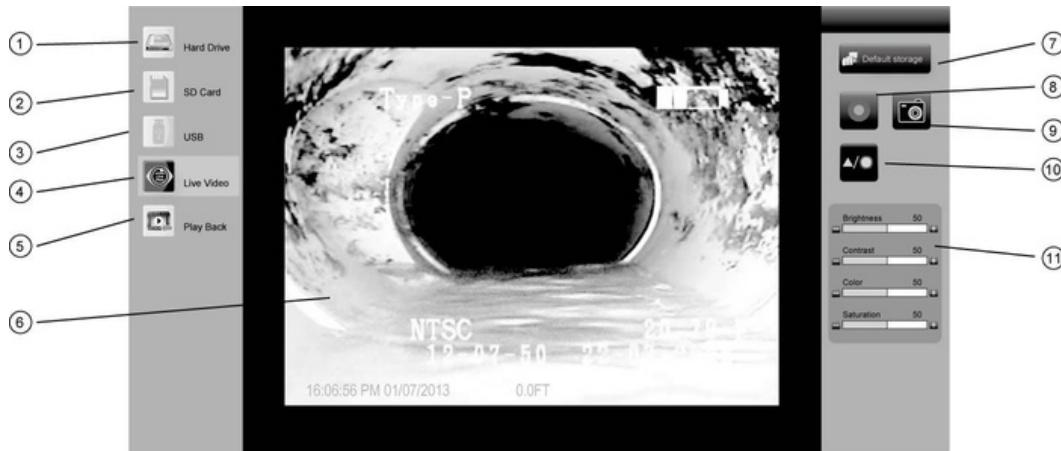

Fig. 1.0
Vision vidéo live	Pour voir une vidéo en live clic sur l'icône "live vidéo" (4) dans interface. Si connecté par câble Ethernet ou Wifi la vidéo apparait. (fig. 1.0)
Vision vidéos	Pour voir une vidéo clic droit sur l'icône vidéo et sélectionner "play" . (fig 1.0 et 1.2)
Enregistrement et prise de photos	Pendant l'enregistrement ou la vision d'une vidéo presser l'icône rouge d'enregistrement pour commencer la vidéo, sur le disque par défaut .Presser l'icône rouge une nouvelle fois pour mettre fin à l'enregistrement et le sauvegarder. (icône 8 fig. 1.0) Pour capturer une image sur une vidéo en live ou playback presser l'icône camera .(icône 9 dans fig. 1.0)
Ajustement des couleurs d'écran	Pour ajuster les couleurs de l'écran presser l'icône "LCD settings" (icône 10 dans fig. 1.0) et une boîte de dialogue apparaît (icône 11 dans fig. 1.0). Utiliser + - pour augmenter ou diminuer les valeurs.